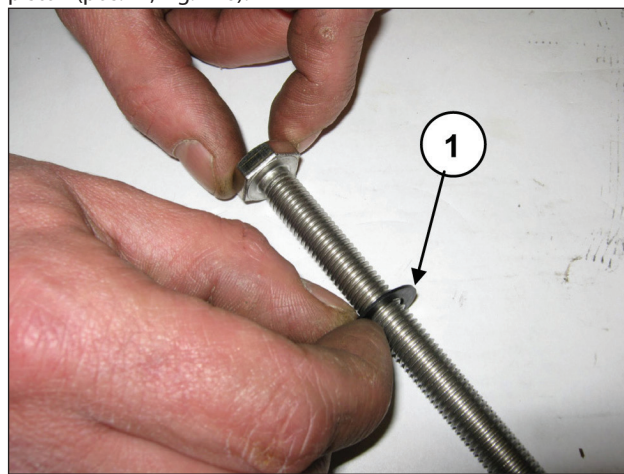

Fig. 146
Introducir la arandela  $\varnothing 10 \times 18 \times 0,9$  en el tornillo de fijación del pistón (pos. ①, Fig. 146).